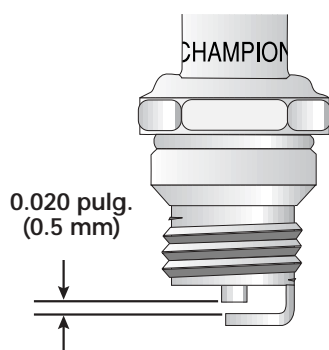

Figure 34
3. Cambie toda bujía partida, inundada o sucia. Fije la separación de aire a **0,5 mm (0,020 pulgadas)** utilizando un calibrador (Fig. 34).